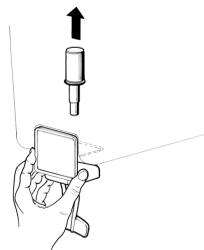

figura 3
- 6 Rubinetto a gravità:** sfilare il pistone e quindi smontare la leva comando rubinetto (vedere figura 3).